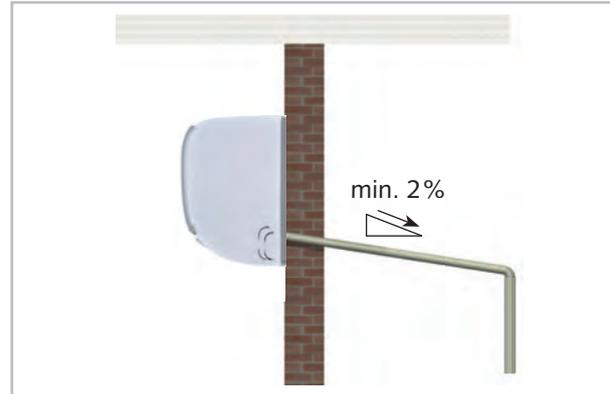

Fig. 36: Raccord pour condensat de l'unité intérieure
- La conduite pour condensat côté client doit être installée avec une pente d'au moins 2 % (Voir la Fig. 36). Au besoin, prévoyez une isolation hermétique à la diffusion de vapeur.